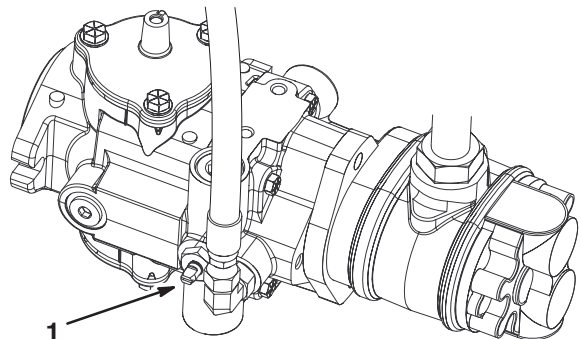

Bild 31
1. Ermitteln Sie das Sicherheitsventil an der Pumpe und drehen Sie es, so dass der Schlitz vertikal ist (Bild 31).
2. Schließen Sie vor dem Starten des Motors das Sicherheitsventil. Drehen Sie den Schlitz des Ventils in die horizontale Stellung (Bild 31). Starten Sie den Motor nie, wenn das Ventil noch offen steht.